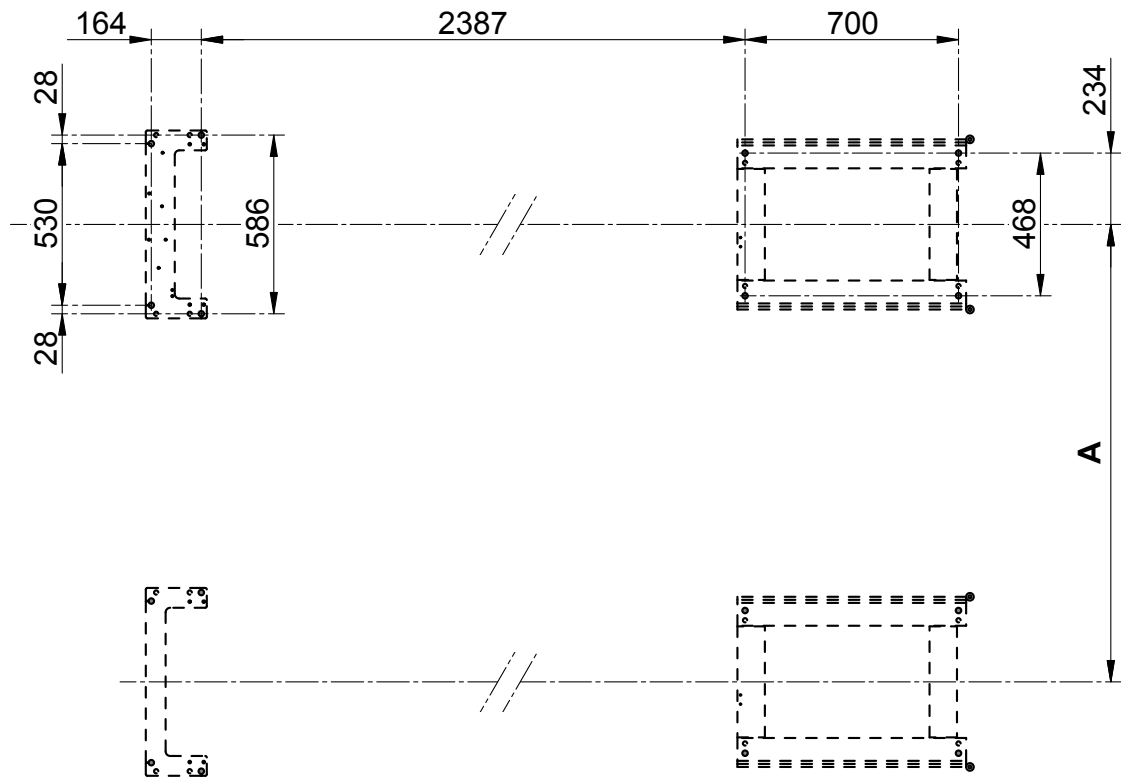

Fig. 22
- Utilizzando le basi come dime, forare con punta di diametro 12 a una profondità di 150 mm (vedi anche schema di foratura allegato Fig.22).
- Drill holes using a 12-mm drill and use bases as templates. Drill to a depth of 150 mm (see also the attached drilling diagram Fig.22).
- Die Untergestelle als Schablonen verwenden und mit einem 12-Bohrer 150 mm tiefe Bohrungen ausführen (Siehe auch anliegender Bohrplan Abb.22).
- En utilisant les bases comme gabarits ; percer avec une mèche de diamètre 12 à une profondeur de 150 mm (voir également le schéma de perçage annexé Fig.22).
- Utilizando las bases como patrones, perforar con una punta de diámetro 12 a una profundidad de 150 mm (véase también el diagrama de perforación adjunto Fig.22).